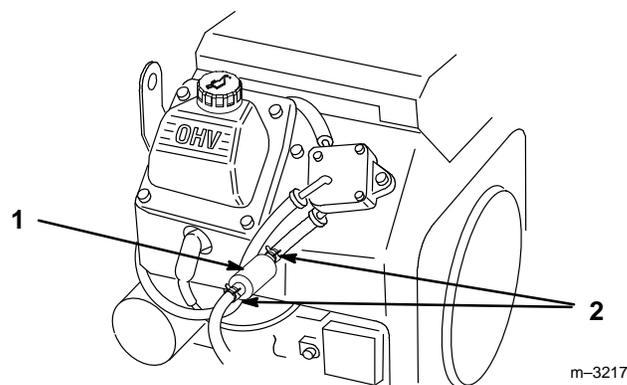

Abbildung 41
3. Die Enden der Schlauchklemmen zusammendrücken und vom Filter weg schieben (Abb. 41).